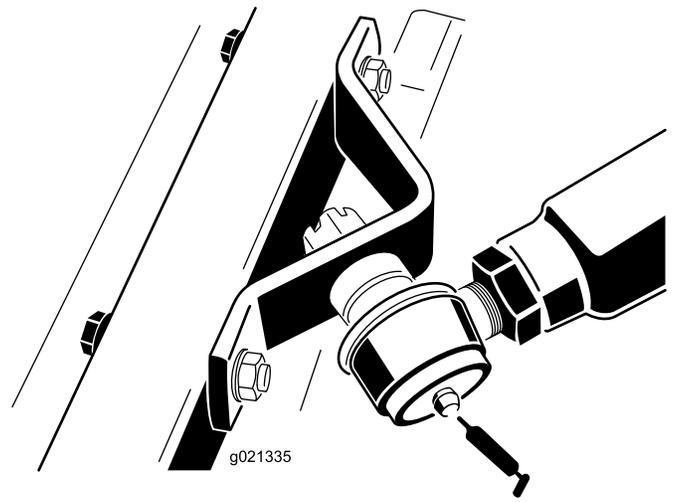

Figura 19
- Articulaciones esféricas de los brazos de empuje izquierdo y derecho – 1 en cada uno (Figura 19)